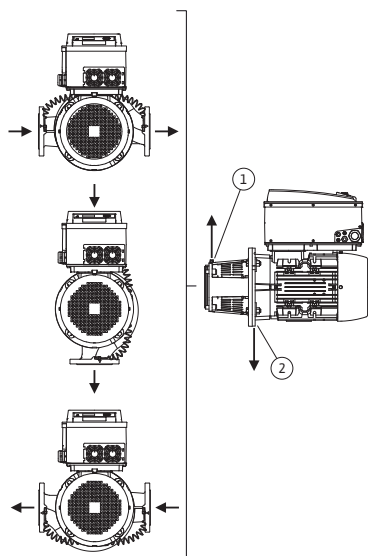
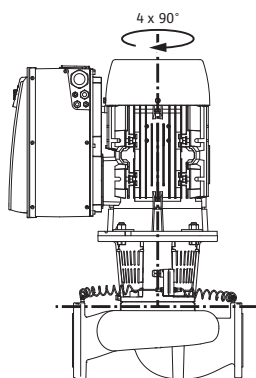

Fig. 18: Dopuszczalne położenia montażowe z poziomym wałem silnika
Fig. 19: Dozwolone położenia montażowe z pionowym wałem silnika
Dopuszczalne położenia montażowe z poziomym wałem silnika i modułem elektronicznym skierowanym w górę (0°) są przedstawione na Fig. 18. Nie przedstawiono dopuszczalnych położenia montażowych z modułem elektronicznym zamontowanym z boku ($\pm 90^\circ$). Dozwolone jest każde położenie montażowe, z wyjątkiem montażu „moduł elektroniczny skierowany w dół” (-180°). Odpowietrzanie pompy jest zapewnione tylko wtedy, gdy zawór odpowietrzający jest skierowany w górę (Fig. 18, poz. 1). Tylko w tej pozycji (0°) spływający kondensat może być odprowadzany przez odpowiedni wywiercony otwór, latarnię pompy oraz silnik (Fig. 18, poz. 2). W tym celu należy usunąć korek na kotnierzu silnika.
Dopuszczalne położenie montażowe z pionowym wałem silnika są przedstawione na Fig. 19. Dozwolone jest każde położenie montażowe z wyjątkiem montażu „silnik skierowany w dół”.
- Zawór odpowietrzający na latarni (Fig. 6, poz. 1.31) przy poziomym wale silnika musi być zawsze skierowany do góry (Fig. 6a: iFig. 6b:). Przy pionowym wale silnika dozwolona jest każda orientacja. Patrz także Fig. 18: „Dopuszczalne położenia montażowe z poziomym wałem silnika” na stronie 141 lub Fig. 19: „Dozwolone położenia montażowe z pionowym wałem silnika” na stronie 141.
- Przy poziomym wale silnika otwór na kondensat musi być skierowany w dół (Fig. 18, poz. 2). W razie potrzeby odpowiednio obrócić silnik.